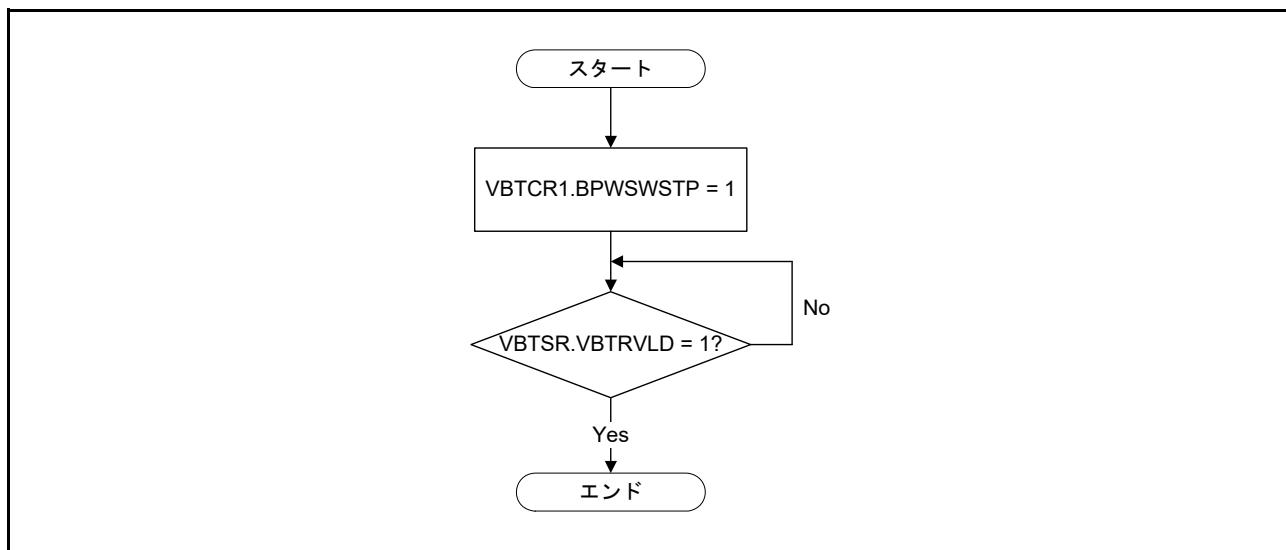

図 12.2 VBTCR1.BPWSWSTP ビットの設定フロー
- 注 . VBATT 機能を使用するか否かにかかわらず、パワーオンリセット後は、VBTCR1.BPWSWSTP ビットを 1 にする必要があります。VBTCR1.BPWSWSTP ビットの設定フローが、図 12.2 に示されています。また、VBATT 機能を使用する際は、他の関連レジスタの設定後に、VBTCR1.BPWSWSTP ビットをクリアする必要があります。
- 注 . 図 12.2 では、VBTSR.VBTRVLD ビットが 1 でない場合、ループを抜け出すために VBATT\_POR のリセット時間 tVBATPOR (「48. 電気的特性」を参照) を必要とします。